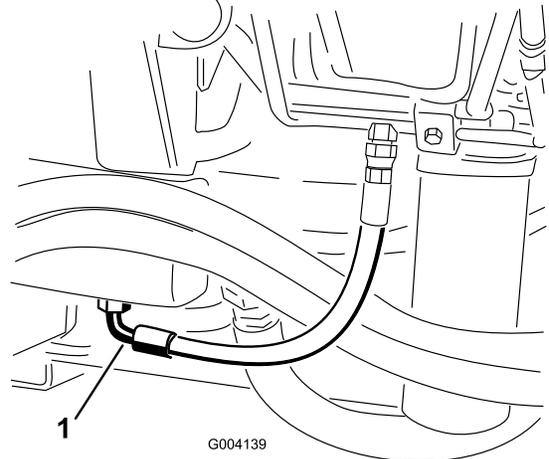

Figura 77
2. Coloque um recipiente de escoamento grande debaixo do encaixe preso à parte de baixo do reservatório do fluido hidráulico (Figura 77).